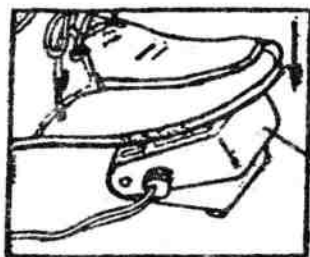

图 1-17 踩下踏板
(6)把调速器放在桌下,接好调速器与电动机的插座及电源。抬起压脚(防止机头转动时送布牙与压脚底平面相互磨损),用脚踩下调速器的踏板(图 1-17),踏的轻,转速慢;踏的重,转速快。当脚离开踏板时,踏板应能恢复原状,同时切断电源,电机停止转动。